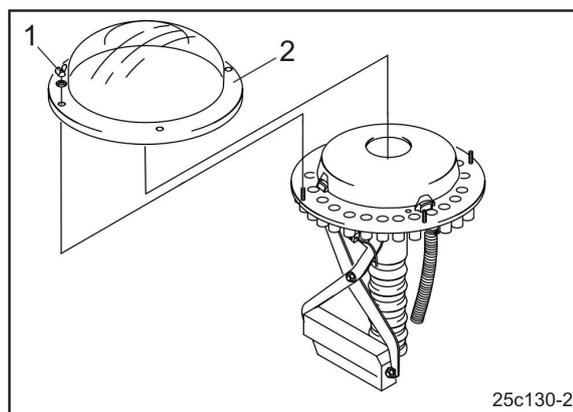

Fig. 97
4. Soltar las tuercas de mariposa (Fig. 97/1) y retirar la tapa plástica transparente (Fig. 97/2) del cabezal repartidor
6. Montar la tapa plástica (Fig. 97/2).